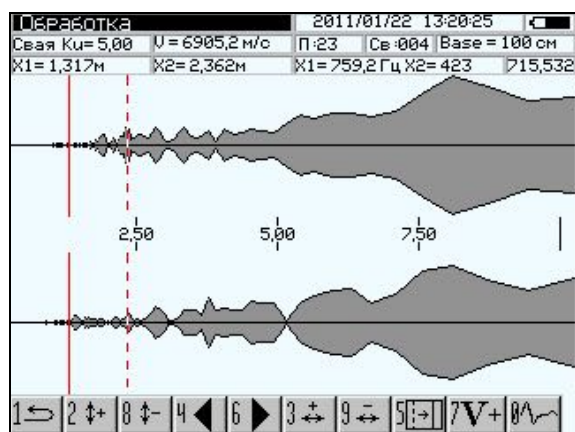

Рисунок 9 – Коррекция усиления сигнала
2.3.8.1 Коррекция усиления. При прохождении по свае амплитуда сигнала уменьшается по экспоненциальному закону. Для того, чтобы амплитуда отраженного сигнала была соизмерима с сигналом при начальном возбуждении, в приборе применена экспоненциальная коррекция усиления (рисунок 9). Коррекция усиления сигнала производится в соответствии со следующей формулой: